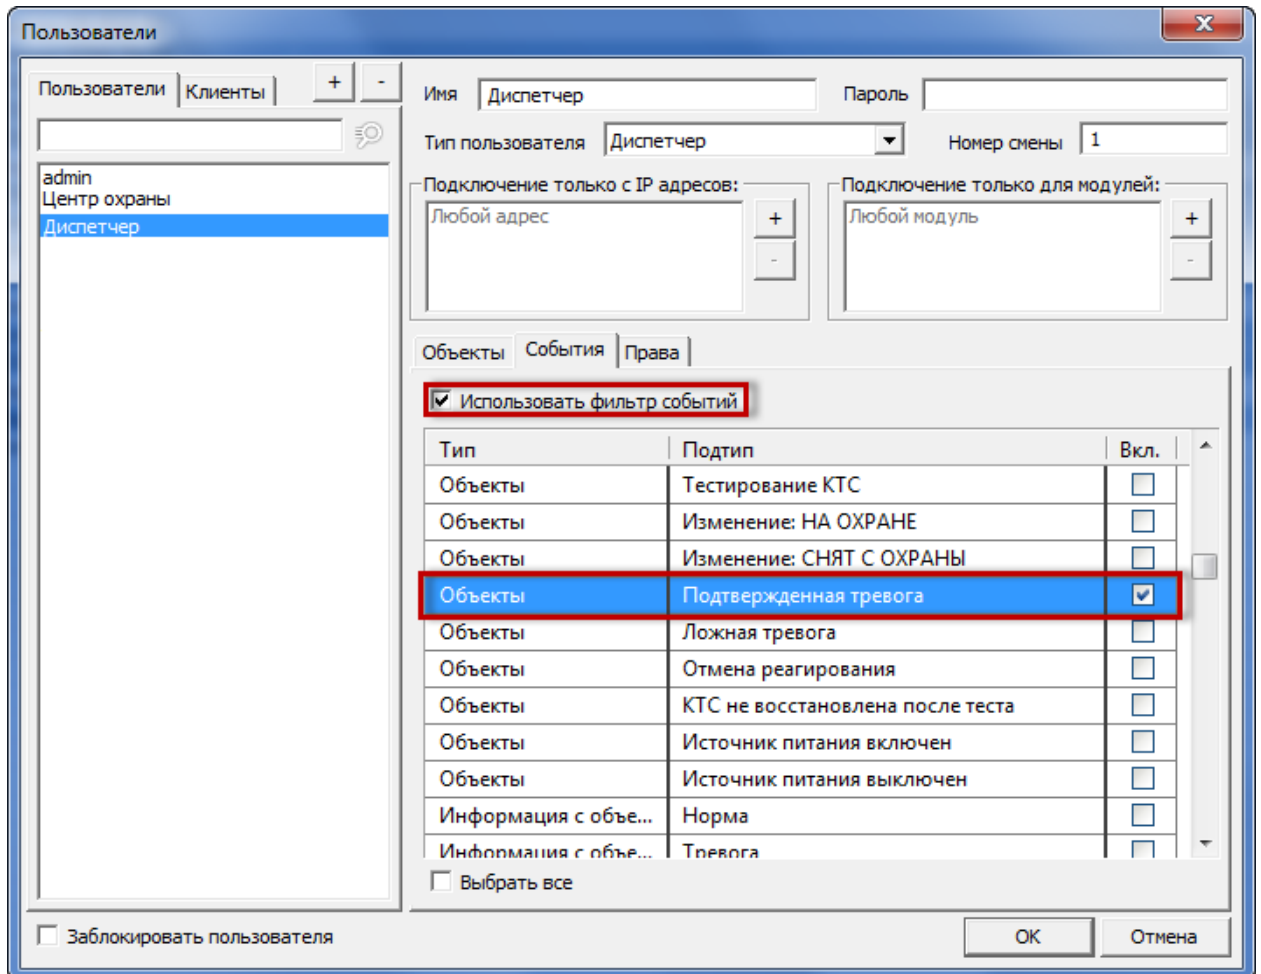

Рис. 23.2. Назначение фильтра событий диспетчеру
- в. На вкладке **События** установите флажок в поле *Использовать фильтр событий* и выберите событие *Подтвержденная тревога* (Рис. 23.2). Убедитесь, что флажок для события *Тревога* отсутствует.